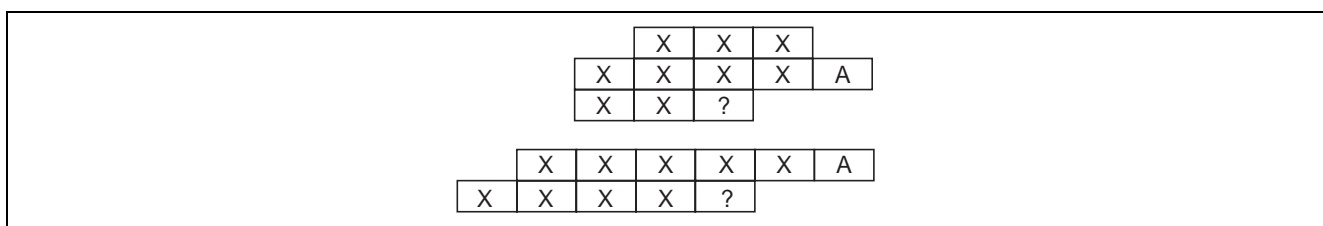

図 1 テンプレート (X, A) (上: 3 ライン, 下: 2 ライン)
(1) 符号化アルゴリズム
(2) コンテキスト
- ・ 2 または 3 ライン 10 画素テンプレート (図 1 参照)